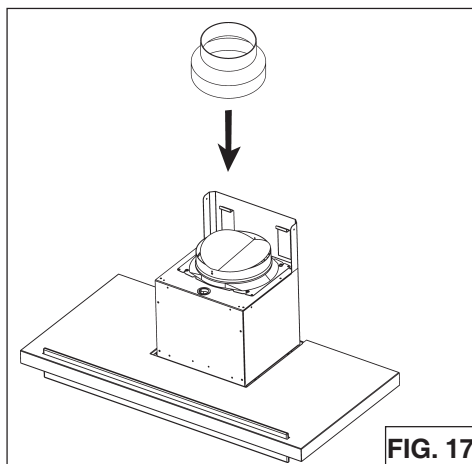

FIG. 17
1. Jetez le collier/clapet de sortie fourni avec la hotte (Fig.17).
2. Fixez l'adaptateur de 15,2 à 20,3 cm (de 6 à 8 po) sur la sortie du ventilateur et scellez les joints avec du ruban en aluminium pour conduits (Fig.17).